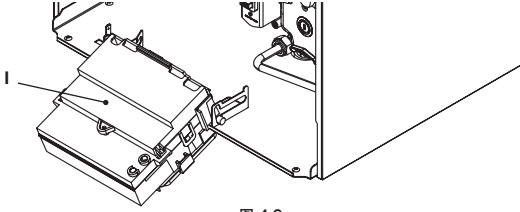

图 4.9
- 找到端子板盖 I (图 4.9), 拆下密封螺钉并将其打开。